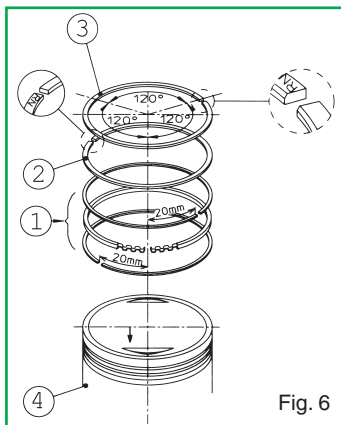

Fig. 6
cava sul pistone, inserire l'elemento raschiaolio inferiore e successivamente l'elemento raschiaolio superiore completando il montaggio del raschiaolio (Fig. 6 - Part. 1).
- Montare il secondo segmento con la stampigliatura N rivolta verso la parte superiore del pistone come indicato in Fig. 6 - Part. 2.
- Inserire il primo segmento di compressione con la stampigliatura N rivolta verso la parte superiore del pistone come indicato in Fig. 6 - Part 3.
- Posizionare le aperture dei tagli delle fasce elastiche come indicato in Fig. 6.
- Posizionare il pistone sulla biella e inserire il nuovo spinotto. Accertarsi che la freccia punzonata sul cielo del pistone sia rivolta dal lato scarico (Fig. 6 - Part 4).
- Ricontrollare che le aperture dei tagli delle fasce elastiche siano posizionate come indicato in Fig. 6.